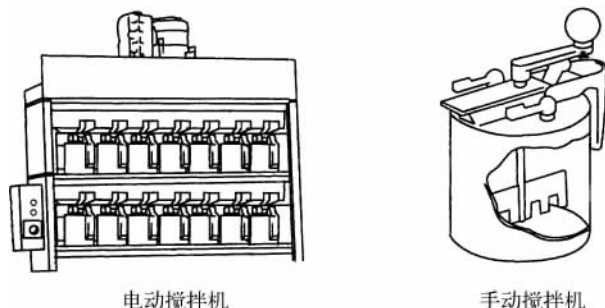

图 3-2 油漆搅拌工具
(1) 调漆机 调漆机又称油漆搅拌机,各大油漆公司都有调漆机及其配套产品,有 32、38、59、108 等各种规格的调漆机。调漆机配有发动机、搅拌浆机,利用这种工具很容易混合及倒出涂料。涂料中的树脂、溶剂及颜料经过一段时间就会分离,这是因为它们的相对密度不同所致。因此,涂料在使用以前需要充分混合。油漆搅拌工具如图 3-2 所示。